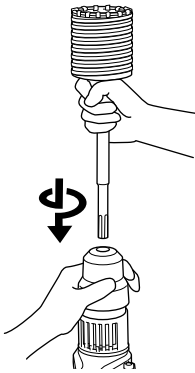

Fig. 21
- (2) Montar la espiga de la barrena tubular en el martillo perforador. (Fig. 21)